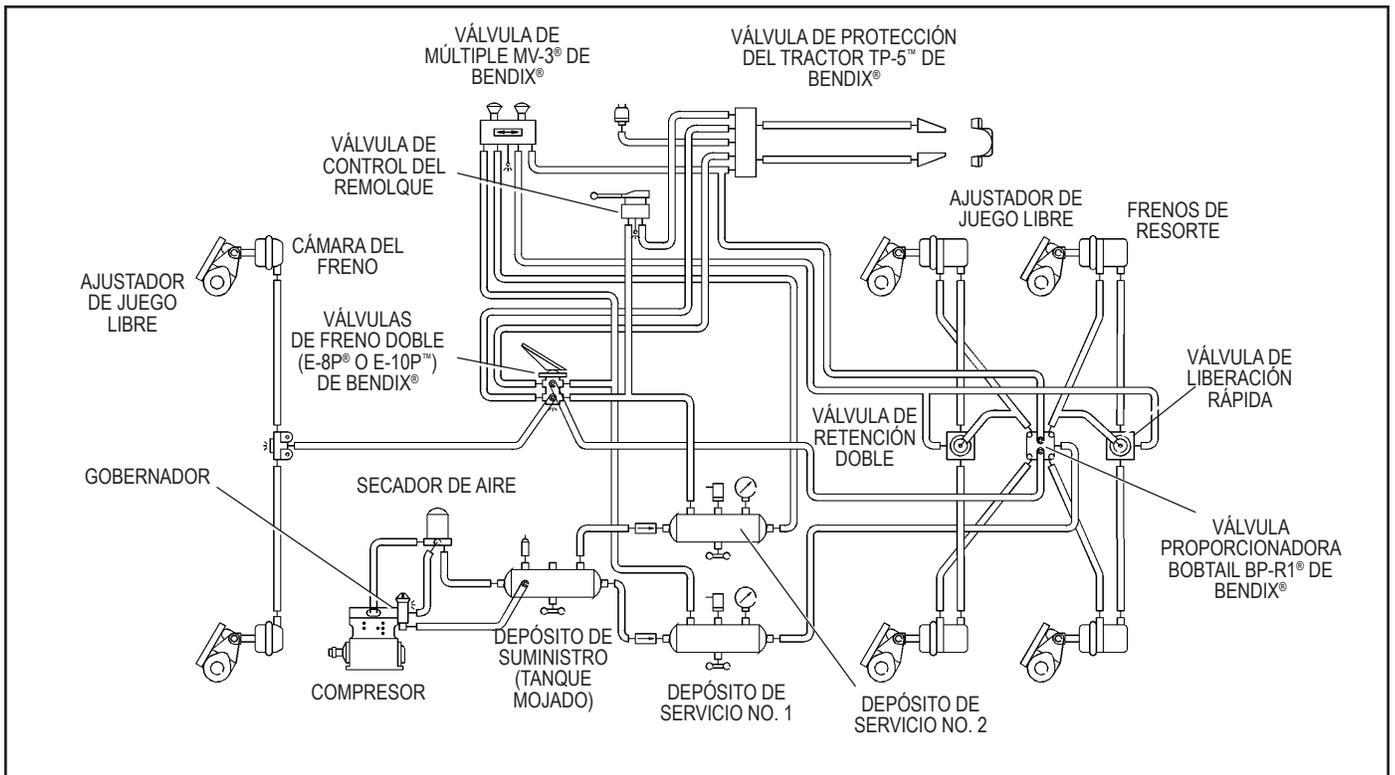

FIGURA 3 - DIBUJO DE TUBERÍAS COMUNES
**FUNCIONAMIENTO** - Consulte la figura 3.